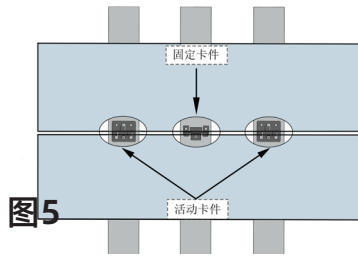

图5
- ⑤ 安装踏步中间板，如图5所示：
- ③ 卡件布置示意图。如图5所示：